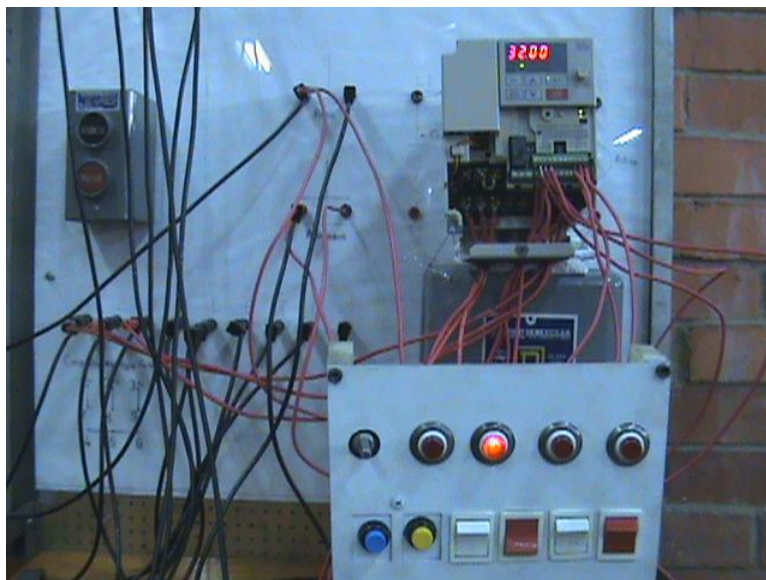

Figura 5.22.6 Velocidad 4 activada.
Lo mismo fue para la velocidad 4 se formó el número 4 binario (100) con los interruptores tal como nos muestra el foco indicador y se obtuvo la frecuencia de 32 Hz. (figura 5.22.6)